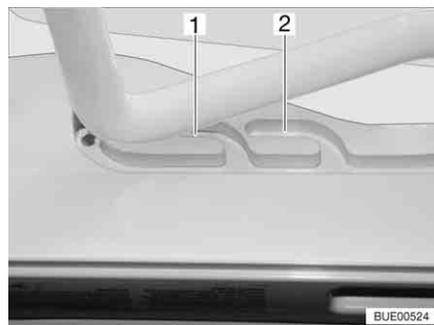
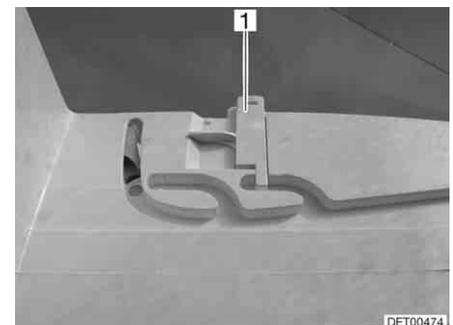

Fig. 112 Claraboya Heki en posición de ventilación
Fig. 113 Bloqueo de la posición de ventilación
La claraboya Heki se puede colocar en dos posiciones de ventilación: Posición de mal tiempo (Fig. 112,1) y posición mediana (Fig. 112,2). Según el modelo, la claraboya podrá ser bloqueada en la posición central con los dos pestillos (Fig. 113,1) a la izquierda y la derecha en el marco de la claraboya.
- Presionar el estribo ligeramente hacia arriba y empujarlo en la guía seleccionada (Fig. 112,1 ó 2) y, si fuera necesario, bloquearlo.